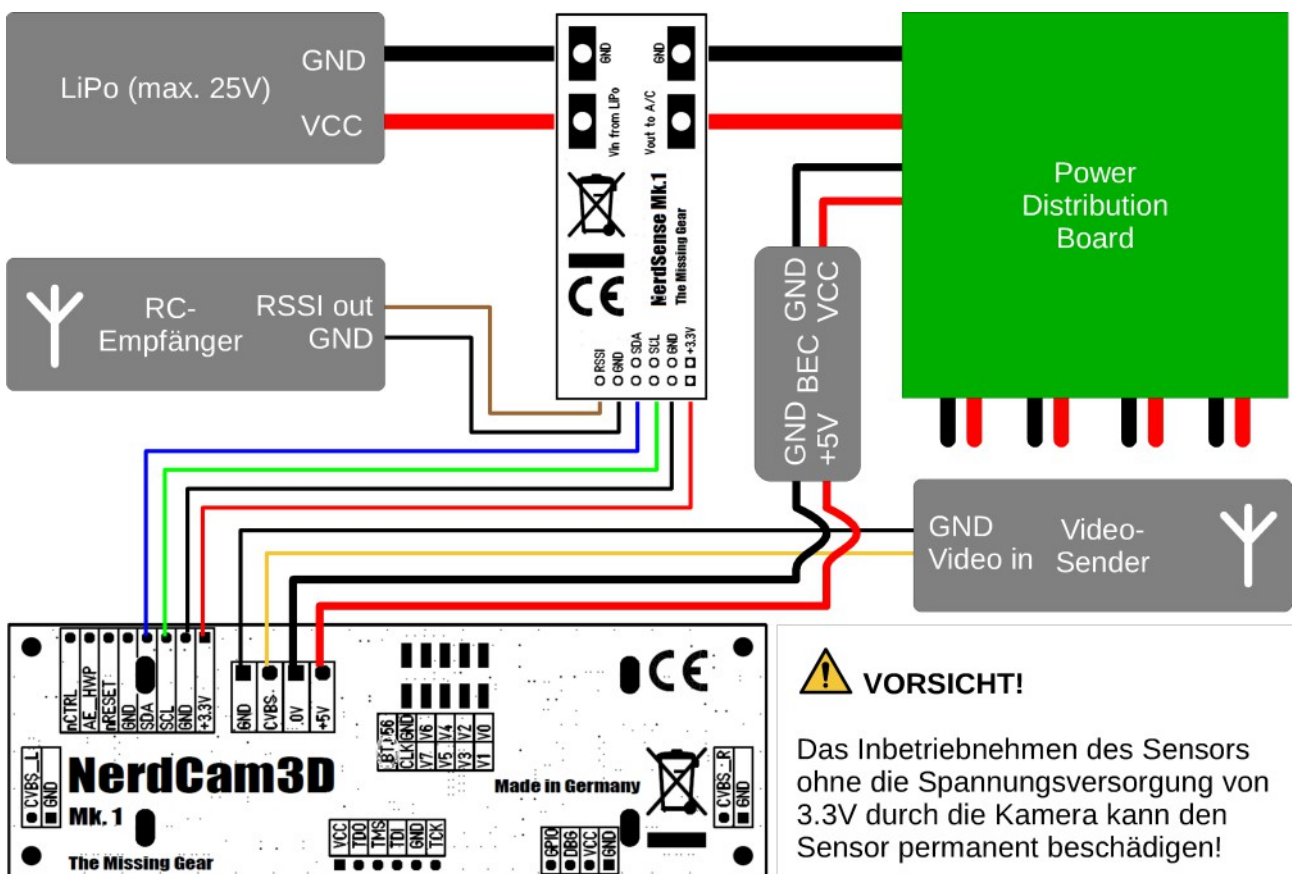

Abbildung 2: Anschluss des Sensors an die 3D-Kamera und weitere Komponenten
4. Anschließen des Sensors an die Kamera und den RC-Empfänger gemäß Abbildung 2.